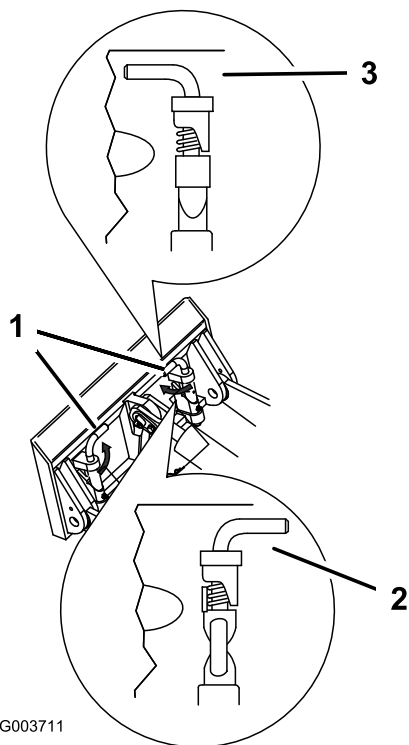

Figura 10
7. Acople los pasadores de enganche rápido, asegurándose de que están correctamente introducidos hasta el fondo en la placa de montaje (Figura 10).